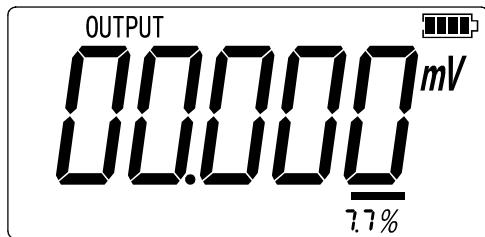

图 2.1-5
- 按 $\boxed{V\ mV\ \Omega}$ 键可切换至毫伏输出模式，显示界面如图 2.1-5 所示。